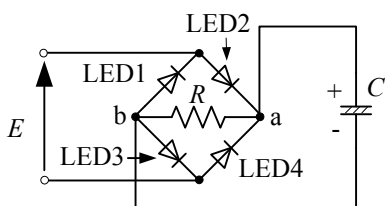

図5-2 LEDブリッジ
- 図5-2のようにLEDでブリッジを構成すること。抵抗 R は $100\ \Omega$ にすること。